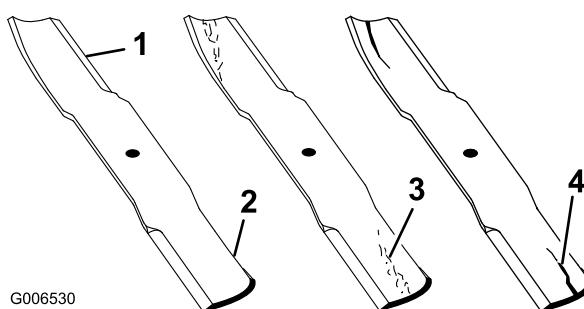

Figure 85
- Examinez le tranchant des lames (Figure 85).
- Remplacez immédiatement toute lame fendue, usée ou qui présente une entaille (Figure 85).